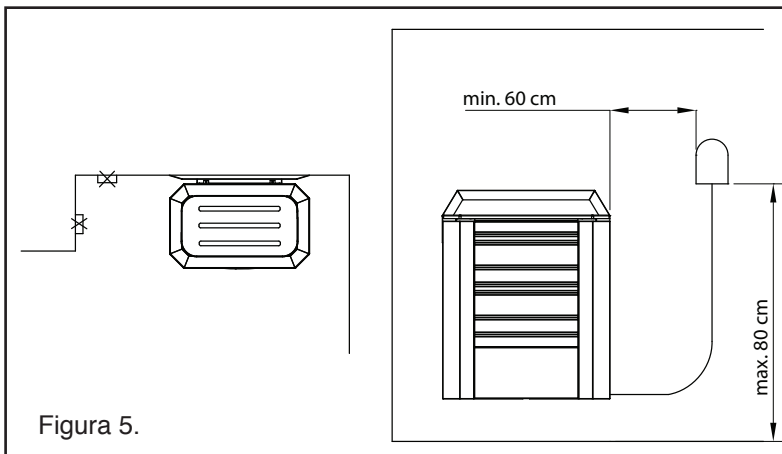

Figura 5.
- În camera cu aburi înălțimea maximă de montare a panoului de comandă este 80 cm și acesta trebuie montat la minimum 60 cm de marginea încălzitorului (Vezi figura 5).